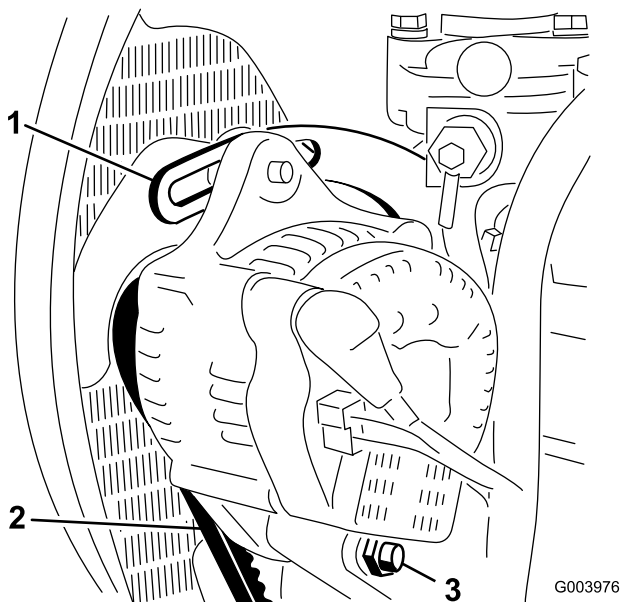

Bild 65
2. Prüfen Sie die Spannung des Keilriemens, indem Sie eine Kraft von 10 kg auf halber Entfernung zwischen der Lichtmaschine und den Kurbelwellenriemenscheiben ansetzen (Bild 65).
3. Lockern Sie die Schrauben, mit denen der Bügel am Motor befestigt ist sowie die Schraube, mit der die Lichtmaschine am Bügel befestigt ist (Bild 65).